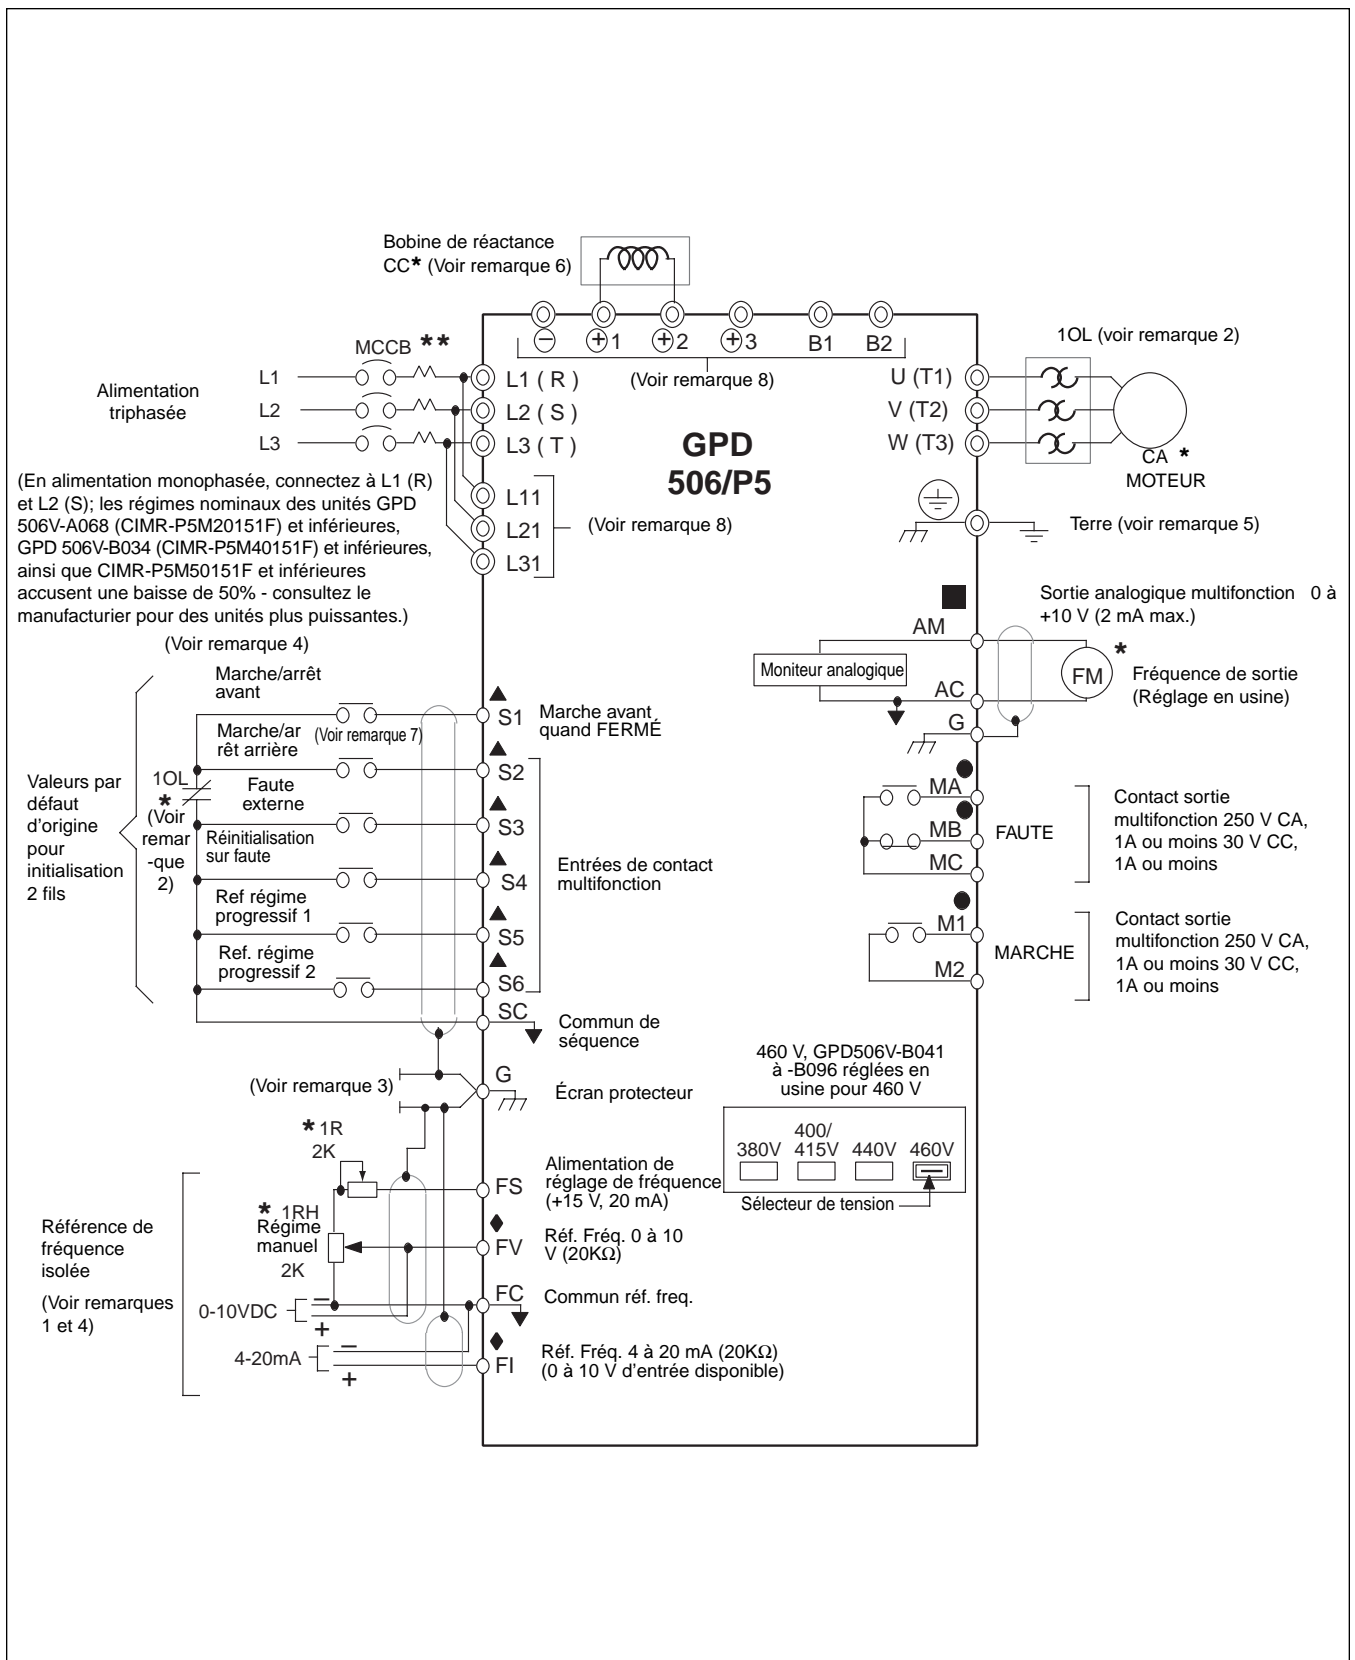

Fig. 1-3. Connexion de 230 V, 460 V ou 575 V - Commande à deux fils (n001 = 8) (avec paramètres n036 = 0, n037 = 2, n038 = 4, n039 = 10 et n040 = 11)
- Les interconnexions des commandes à deux fils externes avec l'Opérateur numérique sont montrées à la figure 1-3.
Exécutez les connexions de câble selon les figures 1-3, 1-4 et le tableau 1-3; respectez les indications suivantes :
REMARQUES RELATIVES À LA FIGURE 1-3